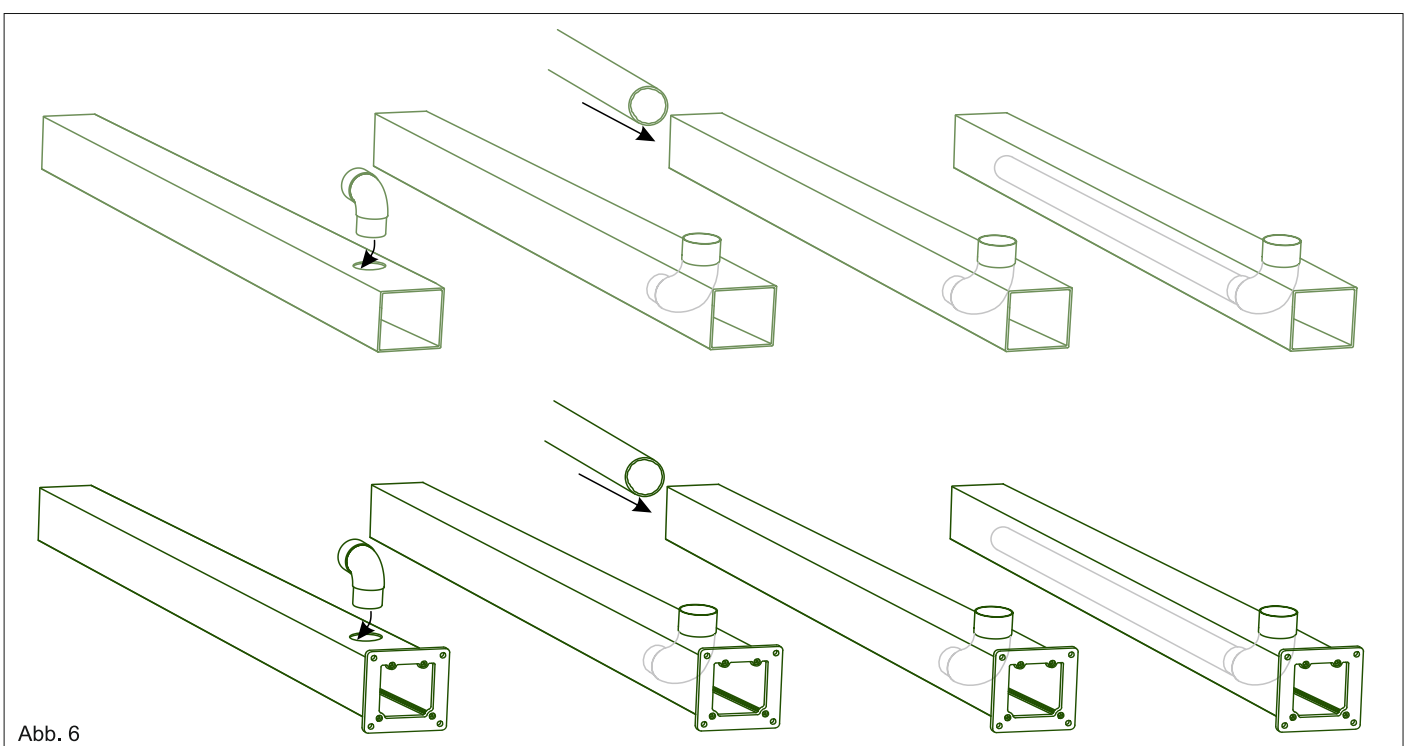

Abb. 6
A) B) 5. Positionieren Sie das mitgelieferte 87° Winkel in dem Pfosten (Siehe Bild) und verbinden Sie den PVC-Rohr mit dem PVC-Winkel zusammen. Bitte beachten Sie dabei, dass die Gummidichtungen an den Verbindungsstellen vorhanden sind. Siehe Abb. 6.